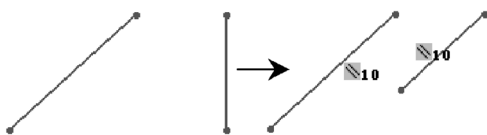

图 2-177 添加平行几何关系
- 平行几何关系：使两条或两条以上的直线与一条直线或一个实体边缘线互相平行，如图 2-177 所示。